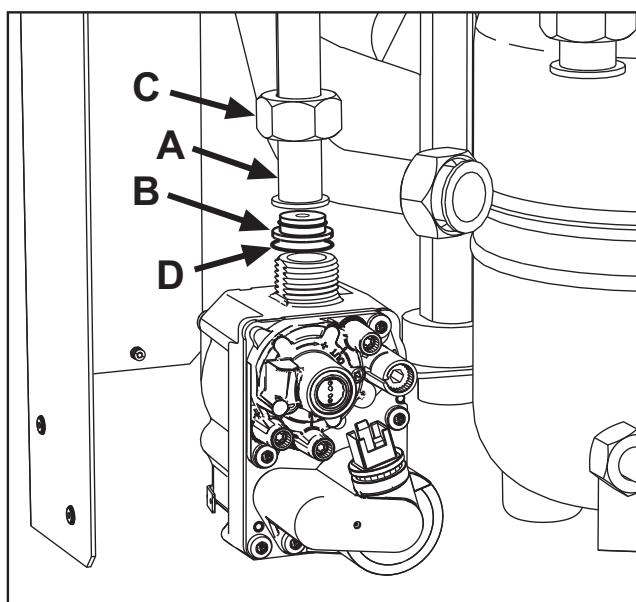

fig. 22
3. Desfaceți piulița C și scoateți tubul de gaz A de pe valva de gaz (vezi fig. 22).
4. Înlocuiți duza B introdusă pe tubul de gaz cu cea aflată în kitul de transformare, întepunând garnitura D (vezi fig. 22).